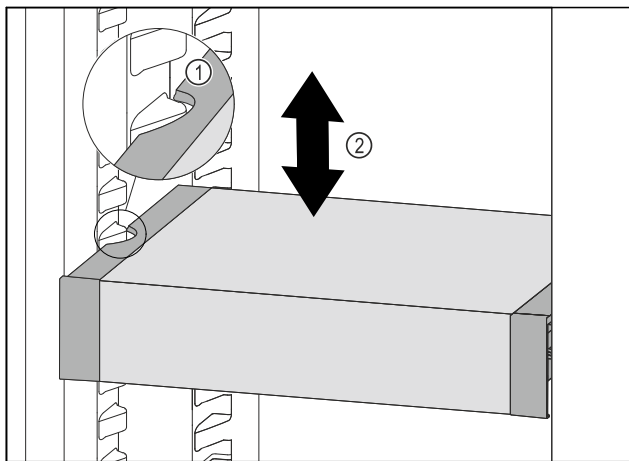

Fig. 126
- Trageți în față VarioSafe, până când degajările laterale ale VarioSafe se află la înălțimea nervurii recipientului din frigider. Fig. 126 (1)
- Mișcați în sus sau în jos VarioSafe în frigider, până când este atinsă înălțimea dorită. Fig. 126 (2)